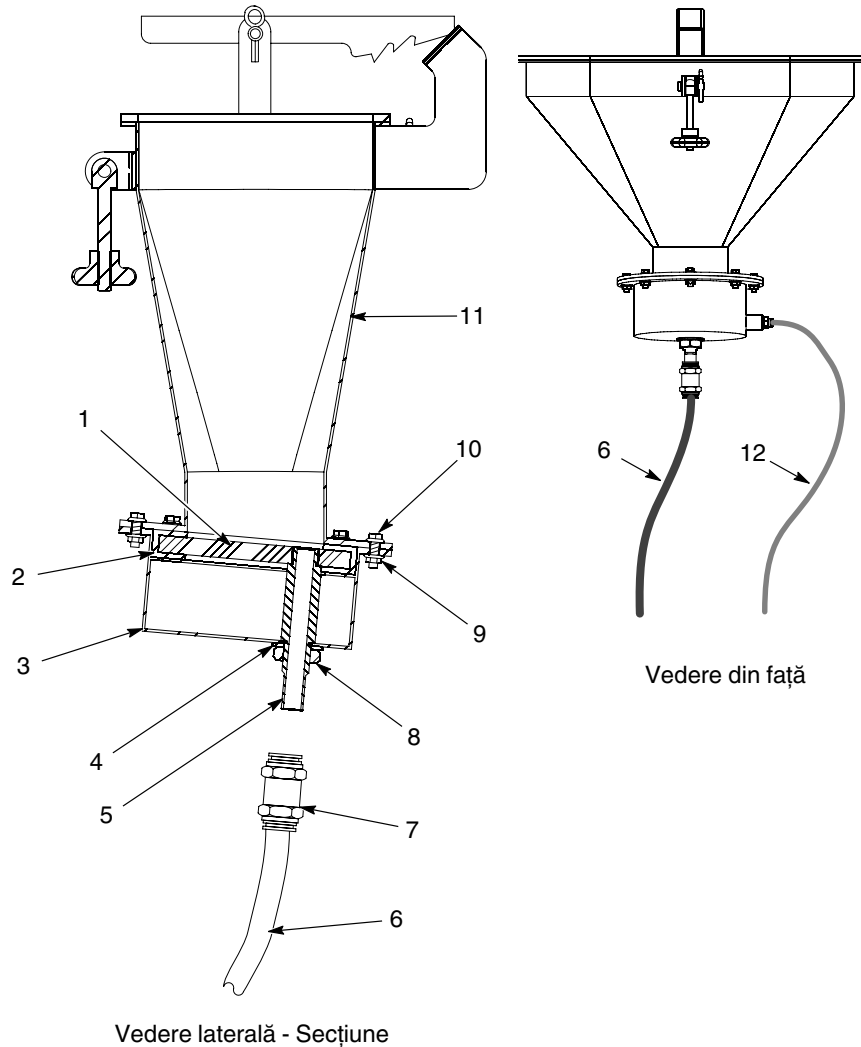

Figura 6-1 Rezervorul de transfer Cyclone
1. A se vedea Figura 6-1. Deconectați tubulatura aerului de fluidizare (12).
2. Deconectați tubulatura de pulbere de 16 mm (6) de la piulița olandeză a peretelui despărțitor (7). Deconectați piulița olandeză a peretelui despărțitor de la tubul de evacuare (5).
3. Scoateți camera de distribuție (3) din rezervorul de transfer (11) prin scoaterea celor 8 șuruburi (10) și piulițe (9).
4. Scoateți contrapiulița (8) și șaiba de etanșare (4) din tubul de evacuare. Folosiți 2 chei: una la părțile plane ale tubului de evacuare și cealaltă la contrapiulița.
5. Ridicați discul de fluidizare (1) împreună cu garnitura (2) și tubul de evacuare de pe camera de distribuție. Deșurubați tubul de evacuare din placa de fluidizare.